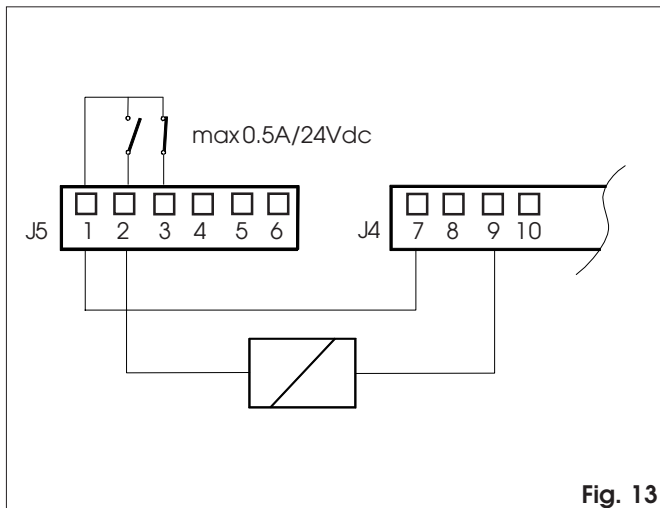

Fig. 13
⑥ **Klemmenbord J5** Verbinding Uitgangen naar relais (fig. 13, 14, 15)
- 2 **Elektrisch slot - N.O. contact (max. vermogen 0,5 A/24 V) (fig. 13).**